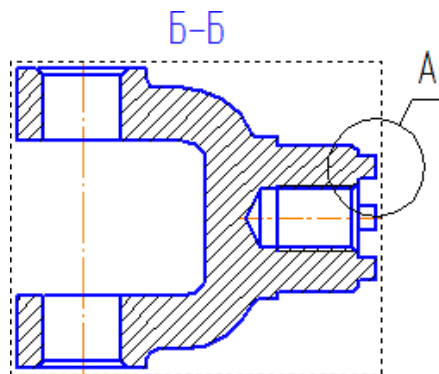

Рисунок 23.
- Постройте осевые линии на сечении Б-Б, предварительно сделав его текущим (рис. 23).